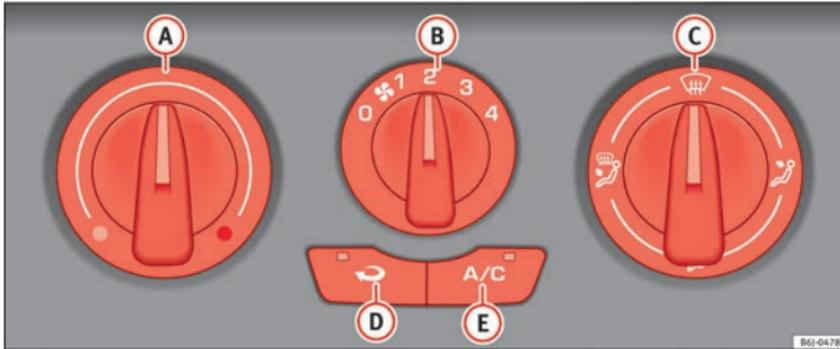

Fig. 129 Mandos del aire acondicionado en el tablero de instrumentos.
- Desconecte el sistema de refrigeración con la tecla **fig. 129** **A/C** (se apaga el testigo de la tecla).
Con la recirculación de aire en marcha **» fig. 129**  (se ilumina un testigo en la